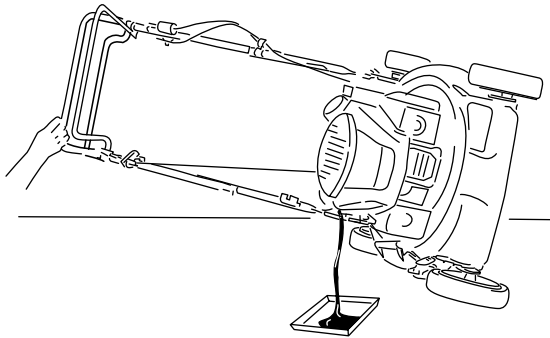

Figure 22
4. Inclinez la machine sur le côté (filtre à air en haut) pour vidanger l'huile usagée par le tube de remplissage (Figure 22).